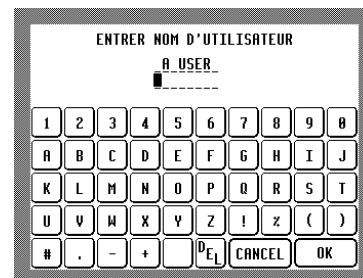

Fig 21 – Saisie de texte
- Appuyez sur **Ajouter** ce qui fait apparaître l'écran de saisie de texte – Voir Fig 21.
- Appuyez sur **Nom de test** pour saisir ce nom. L'écran de saisie de texte vient s'afficher (Voir Fig 21 Page 32).
- Appuyez sur **Symboles** pour saisir les symboles chimiques. L'écran de saisie d'un texte vient s'afficher (Voir Fig 21 Page 32).